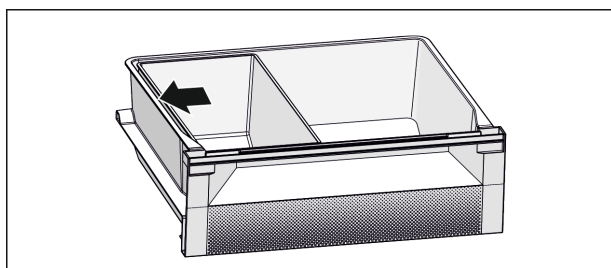

Fig. 6
- ▶ 实现最佳冷却功能：按图放置 Fish & Seafood 存放盒（参见 Fig. 6）。